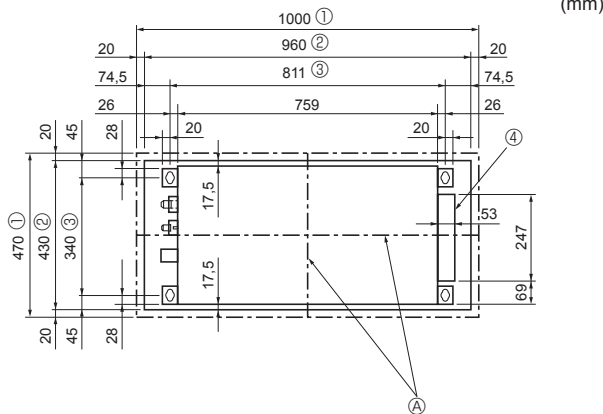

Fig. 2-3
2.3. Ouvertures dans le plafond et emplacement des boulons de suspension (Fig. 2-3)
- ① Côté extérieur de la grille
- ② Ouverture dans le plafond
- ③ Hauteur du boulon
- ④ Boîtier électrique